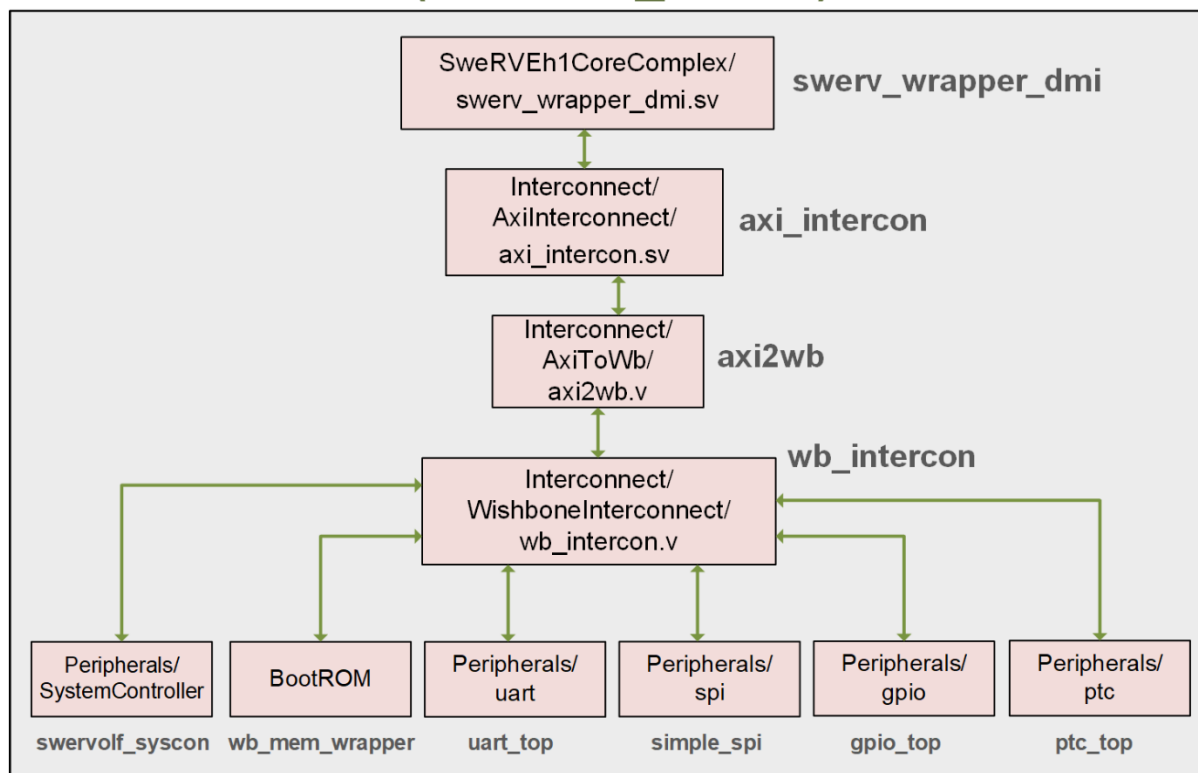

Figura 28. SweRVolfX SoC
A Figura 28 mostra a estrutura do ficheiro para o **SweRVolfX SoC** da Figura 21. O SoC está organizado como os módulos que correspondem aos blocos mostrados na Figura 21.
- **swervolf_core**: instanciação do **SweRVolfX SoC** descrito na subseção anterior (Figura 28). Requer o ficheiro de *constraints rvfpganexys.xdc* (disponível em *[RVfpgaPath]/RVfpga/src/*), que define as ligações entre o SoC e a placa.